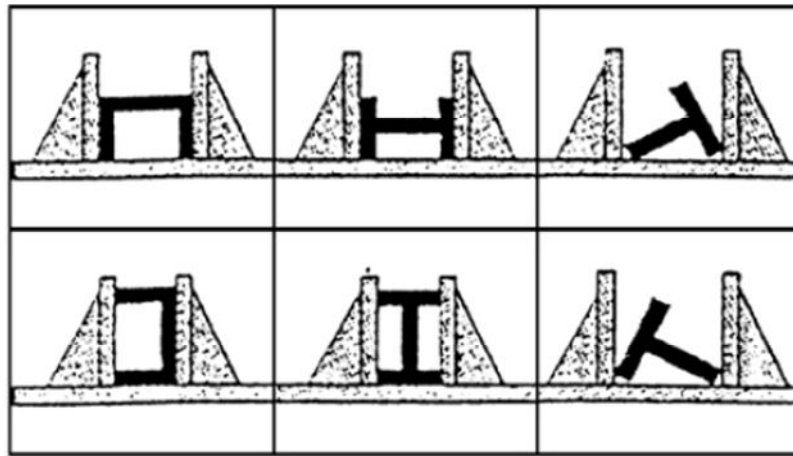

Рис. 5 Схема рекомендуемой укладки металлопроката в тиски
4. Поместите материал, который необходимо отрезать в тиски, прижмите его к не подвижной губке (поз. 16 рис. 1.1) и фиксатору длины реза (поз. 22 рис. 1.1), зафиксируйте его, без применения усилия, подвижной губкой тисков (поз. 15 рис. 1.1) и подожмите рычагом (поз. 2 рис. 1.2). Рекомендуемый способ укладки металлопроката приведён на смехе рис. 5;